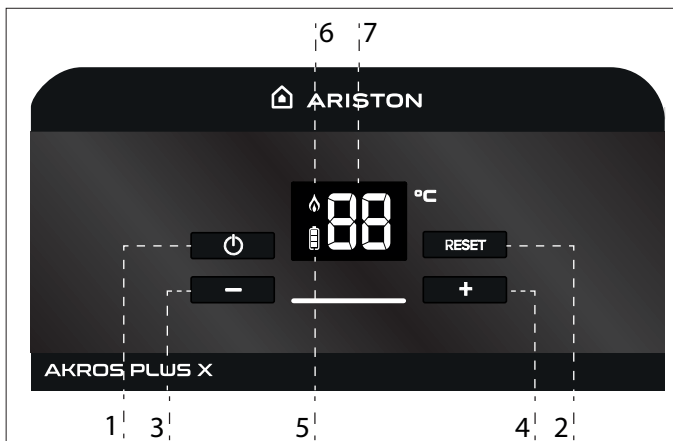

Figura 1 - Display e pulsanti
- Accendere: premi il pulsante di accensione/spegnimento (vedi Figura 1 – Display e pulsanti numero: 1)
- Spegnere: premi il pulsante di accensione/spegnimento (vedi Figura 1 – Display e pulsanti numero: 1)
Il display si spegnerà dopo 5 secondi di inattività dell'utente. Se non ci sono interazioni dopo 30 secondi, l'apparecchio entrerà in modalità standby. Per riaccendere il display, premi semplicemente una volta uno dei seguenti pulsanti: numero. 2 ; 3 o 4 (vedi: Figura 1 – Display e pulsanti).
Quando il segnale fiamma è acceso (vedi Figura 1 – Display e pulsanti – numero 6) significa che il bruciatore pilota e/o il bruciatore principale hanno la fiamma accesa. Se il segnale fiamma è spento (non visibile sullo schermo) significa che non è stata rilevata fiamma nel bruciatore pilota e/o nel bruciatore principale.
Il display dell'apparecchio (vedi Figura 1 – Display e pulsanti : Nr 7) può mostrare i seguenti codici di errore: E1; E2; E3; E5; E6; E7 e E8.